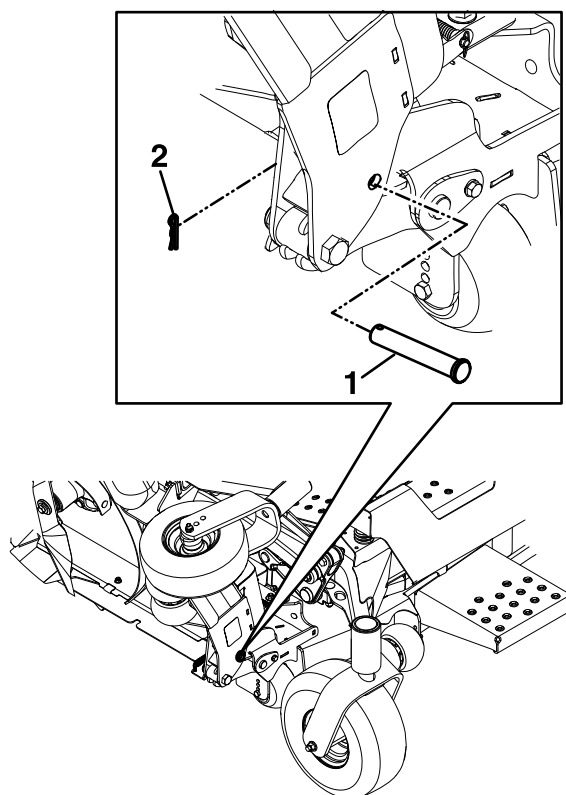

Figure 20
3. Retirez l'axe de chape et la goupille fendue de leur emplacement de rangement et bloquez chaque tablier latéral en position levée (Figure 20).